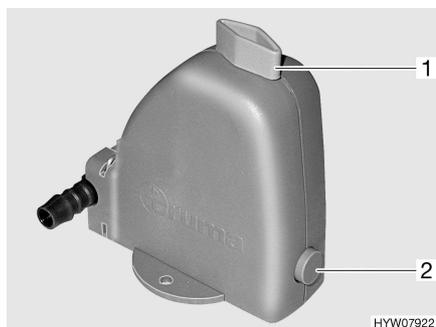

Fig. 84 Valve de sécurité et de vidange
Le chauffage est équipé d'une valve de sécurité et de vidange (Fig. 84). La valve de sécurité et de vidange évite que l'eau destinée à la préparation d'eau chaude ne gèle lorsqu'en cas de gèle, le chauffage n'est pas en marche.
- Fermer la valve de sécurité et de vidange. Tourner pour cela le bouton rotatif (Fig. 84,1) dans le sens transversal par rapport à la valve de sécurité et de vidange et enfoncer le bouton-poussoir (Fig. 842).
- Ouvrir la valve de sécurité et de vidange. Tourner le bouton rotatif (Fig. 84,1) dans le sens longitudinal par rapport à la valve de sécurité et de vidange. Le bouton-poussoir (Fig. 84,2) ressort. Le récipient d'eau sanitaire est vidé via la valve de sécurité et de vidange.